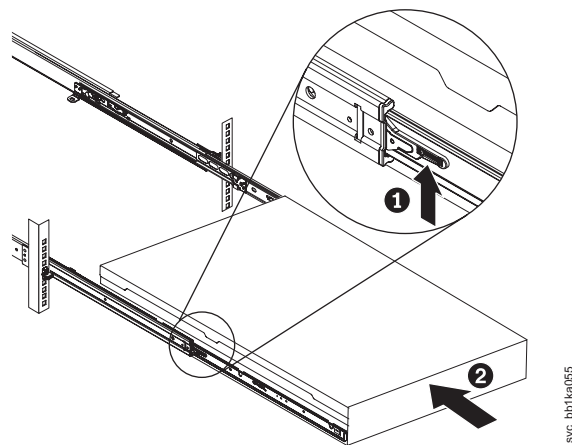

図 281. ラックのスライド・レールの SAN ボリューム・コントローラー 2145-CF8 ロック・レバーを上げる
17. スライド・レール上のロック・レバー (図 281 の **1**) を上げて、サーバー **2** を、所定の位置にカチッと音を立てて収まるまで、ラック内に完全に押し込みます。